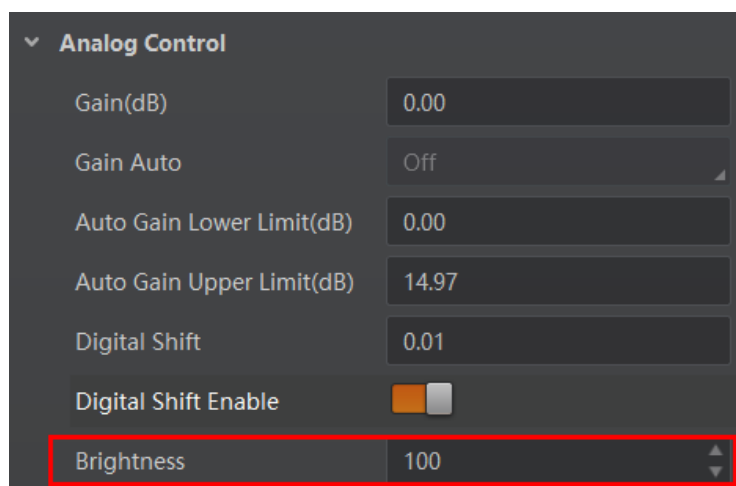

图7-27 亮度设置
2. 在 *Analog Control* 属性下，设置参数 *Brightness* 的值，如图 7-27 所示。亮度参数范围为 0 ~ 255。